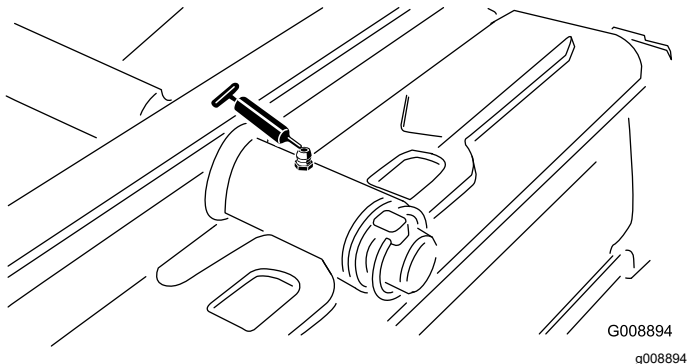

Figura 60
- Pivot unitate de tăiere spate (Figura 60)